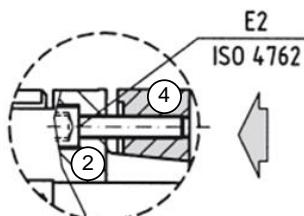
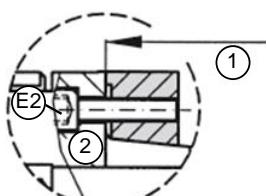

Abbildung 18: Spalt Kupplung Festanschlag ISO 4762 ETH100 & 125
Abbildung 19: Kupplung Festanschlag 2 ETH100 & 125
- ◆ ETH100&125: Klemmring (siehe Abbildung 18 Pos.4) und die Kupplungsnahe (siehe Abbildung 18 Pos.2) müssen gelöst sein.
- ◆ Die Kupplungshälfte auf die Motor- / Getriebewelle schieben und falls von Parker nicht anders angegeben, diese bündig mit der Welle ausrichten (siehe Abbildung 18 Pos.2).
Die Befestigungsschrauben (siehe Abbildung 18 Pos.E2) mittels Drehmomentschlüssel in 3 Umläufen mit 1/3, 2/3 und dem ganzen Anzugsmoment (siehe Tabelle 1) überkreuz anziehen bis der Klemmring an der Kupplungshälfte anliegt. Der Festanschlag ((siehe Abbildung 19 Pos.1) an der Kupplungshälfte (siehe Abbildung 19 Pos.2) verhindert eine zu hohe Vorspannung des Konusklemmrings und garantiert dadurch eine hohe Rundlaufgenauigkeit.